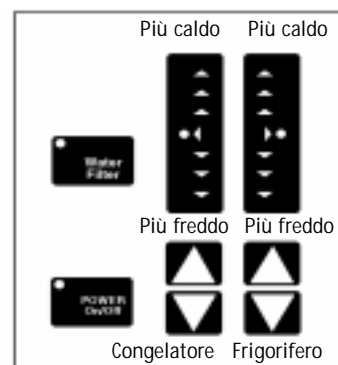

Fig. 4
4. Impostazione dei dispositivi di regolazione elettronici (Fig. 4)